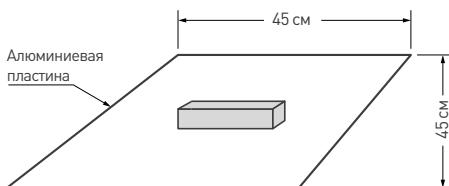

Рис. 1. Рекомендуемое размещение источника питания и циркуляция воздуха
- 4.2. Для соблюдения температурного режима работы обеспечьте не менее 45 см свободного пространства вокруг источника питания и установку на алюминиевую пластину/радиатор с применением термопасты (см. рис. 1). При необходимости используйте принудительную вентиляцию.